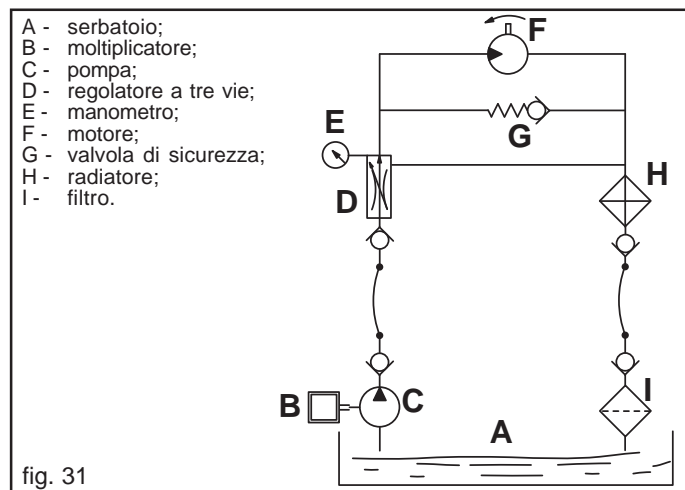

fig. 31
- Alimentazione dell'olio: attenersi ai dati dello schema Fig. 31.